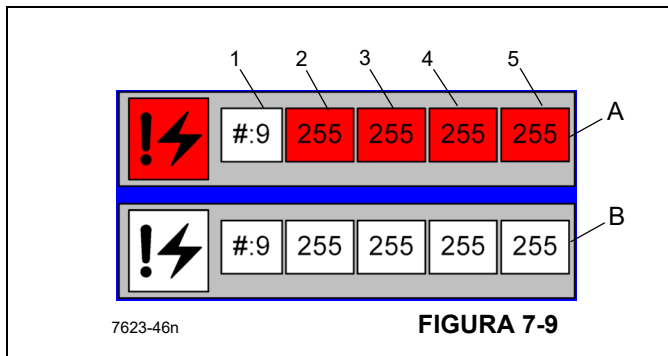

FIGURA 7-9
A Figura 7-9 mostra falhas ativas e registradas. O sistema de controle do guindaste exibe até as 20 falhas ou erros mais recentes registrados do(s) sistema(s) de controle do guindaste e do RCL. As setas circulares podem ser usadas para rolar pelas falhas ativas. Esta série de números corresponde a uma falha específica para um módulo, conector e pino específicos. Para apagar os códigos de falha registrados, podem ser pressionados o botão do ícone do código de falha e o "X" em vermelho.
O seguinte descreve a tela do código de falha (Figura 7-9):
- Caixa de falha ativa (vermelho, A, Figura 7-9) — O sistema de controle do guindaste exibe até 20 falhas ou erros ativos no(s) sistema(s) de controle do guindaste e do RCL. Os números das falhas somente são exibidos quando a falha ocorre e são apagados quando a falha é corrigida. Os números de três dígitos correspondem a uma falha específica de um módulo, conector e pino específicos. Os seguintes dados constituem o código de falha:
- Caixa de falhas registradas (B, Figura 7-9) — As falhas registradas não estão atualmente ativas. Use as setas para cima/para baixo para rolar pelos códigos.